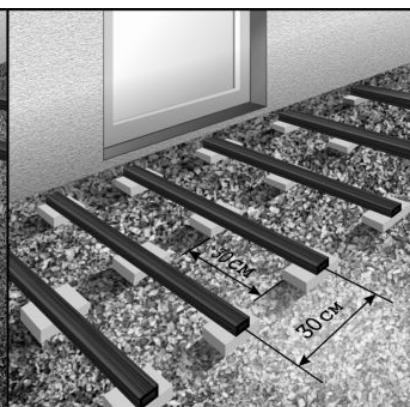

Рисунок 3
- На бетонную плитку размером не менее 250x250x40 мм, установленные на песчано-гравийное утрамбованное основание (рис.3);